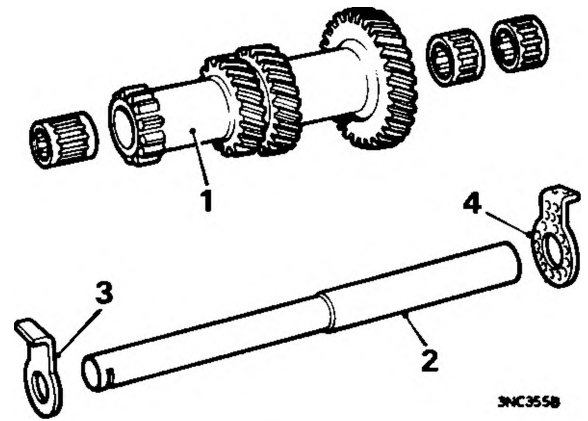

Fig. F.15
28. Rimuovere la rosetta di spallamento piccola dal gruppo ingranaggi di rinvio; estrarre il gruppo assieme alla rosetta di spallamento grande. Ved. la Fig. F.15.